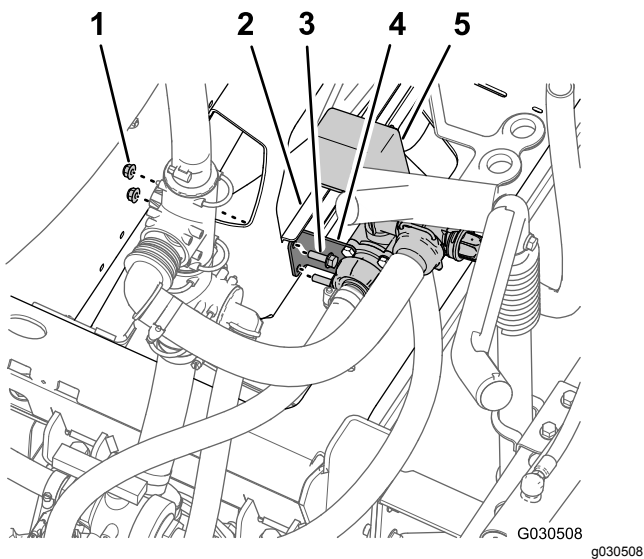

Bild 68
7. Entfernen Sie die zwei Sicherungsbundmuttern (5/16") und die zwei Bundkopfschrauben (5/16" x 1"), mit denen die Stützhalterung für das Rührwerkventil an der Verteilerbefestigung befestigt ist (Bild 68).